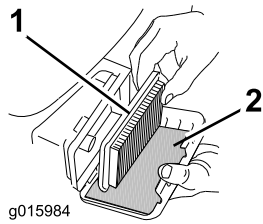

Figura 27
3. Retire el filtro de aire de papel y el pre-filtro de gomaespuma (Figura 27).